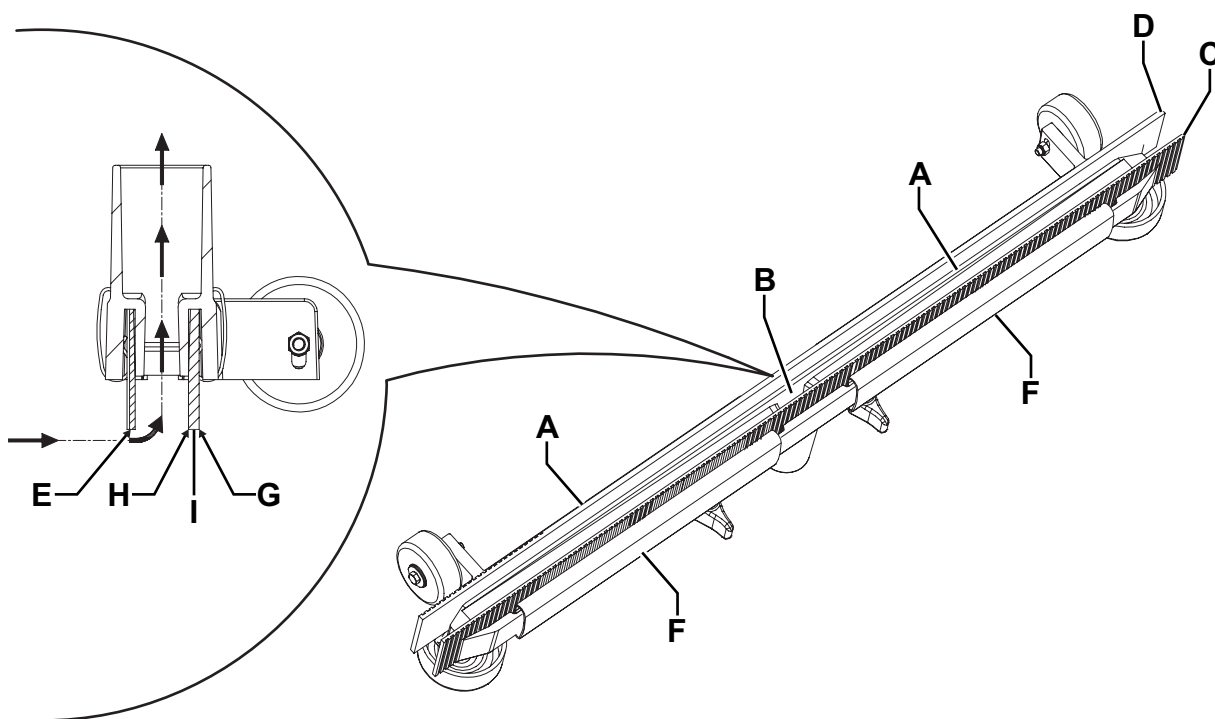

Figure 5
2. Vérifier que la fiche du câble d'alimentation (21) est branchée au réseau électrique.
3. Baisser l'embouchure au moyen de la pédale (19).
4. Déconnecter le tuyau d'aspiration (22) de l'embouchure.
5. Desserrer les boutons (12) et déposer l'embouchure (11).
6. Laver et nettoyer l'embouchure. Nettoyer en particulier les compartiments de convoyage (A, Fig. 5) et l'orifice d'aspiration (B) de la saleté et des déchets.
7. Contrôler que la lamelle en caoutchouc avant (C) et la lamelle en caoutchouc arrière (D) sont intactes et qu'elles ne présentent pas de coupures ou déchirures ; dans le cas contraire, les remplacer (voir la procédure au paragraphe suivant).
2. Contrôler que les bords de la lamelle en caoutchouc avant (E, Fig. 5) et de la lamelle en caoutchouc arrière (I) se posent simultanément sur un plan, sur toute leur longueur ; dans le cas contraire, régler leur hauteur en procédant comme suit :
- Déposer les ressorts de fixation (F), puis régler la lamelle en caoutchouc avant (C) et la lamelle en caoutchouc arrière (D).
3. Contrôler que la lamelle en caoutchouc avant (C) et la lamelle en caoutchouc arrière (D) sont intactes et qu'elles ne présentent pas de coupures ou déchirures ; en cas contraire, les remplacer en procédant comme suit. Contrôler aussi que l'arête de la lamelle en caoutchouc arrière (H) n'est pas usée ; dans le cas contraire, renverser la lamelle, en remplaçant l'arête usée avec l'autre arête (G), si elle est encore intacte. Si l'autre arête est usée, remplacer la lamelle en caoutchouc, en procédant comme suit :
- Déposer les ressorts de fixation (F), puis remplacer (ou tourner) la lamelle en caoutchouc arrière (D).
4. Installer l'embouchure (11) et serrer les boutons (12).
5. Connecter le tuyau d'aspiration (22) à l'embouchure (11).